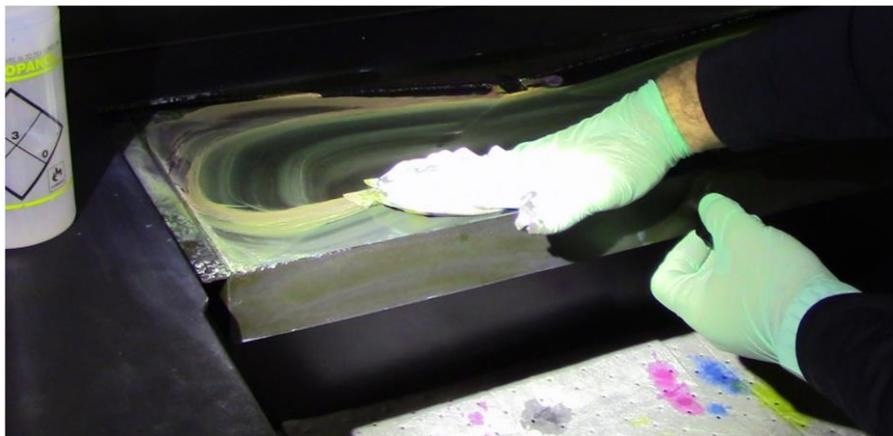

Рисунок 5-8. Очистка сливного лотка
3. Смочите безворсовую салфетку жидкостью для обслуживания печатных головок и тщательно протрите лоток, чтобы удалить остатки чернил, Рисунок 5-8.